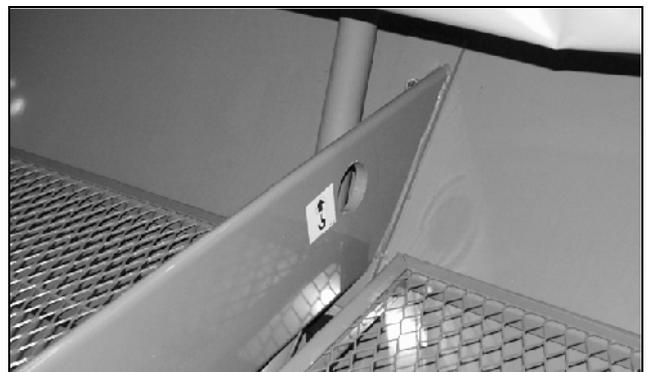

Fig. 8
- 1 point de positionnement à l'avant dans la trémie (Fig. 8).